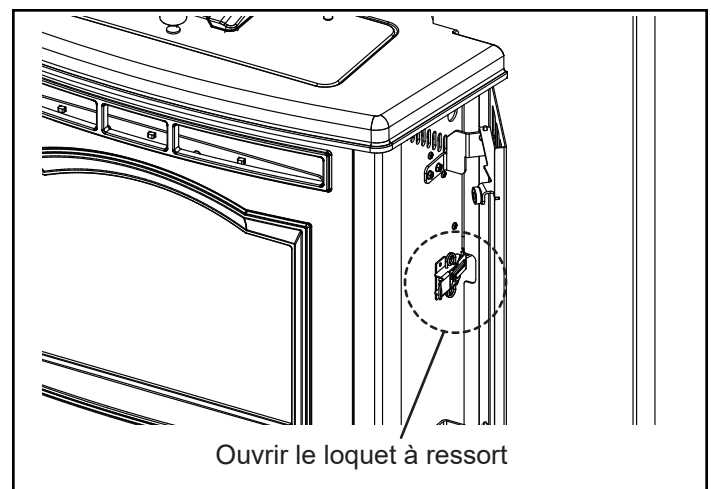

Figure 2.16
Une fois l'appareil éteint et refroidi, débranchez-le du secteur. Derrière chaque panneau latéral, déverrouillez (1) les loquets à ressort qui maintiennent l'unité à la cage du poêle encastré. Figure 2.16.